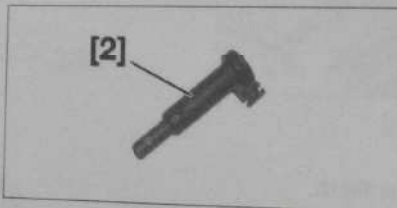

Fig. 17
- Avant d'effectuer la repose du module, vérifier le bon alignement des doigts de passage (13) et contrôler le bon alignement des croses de fourchettes (14) suivant l'axe.
- Vérifier la présence des goupilles de centrage (15) sur le module de commande.
- [2]. Pige d'immobilisation de l'axe de sélection (réf : 0346.AB) (Fig.17).